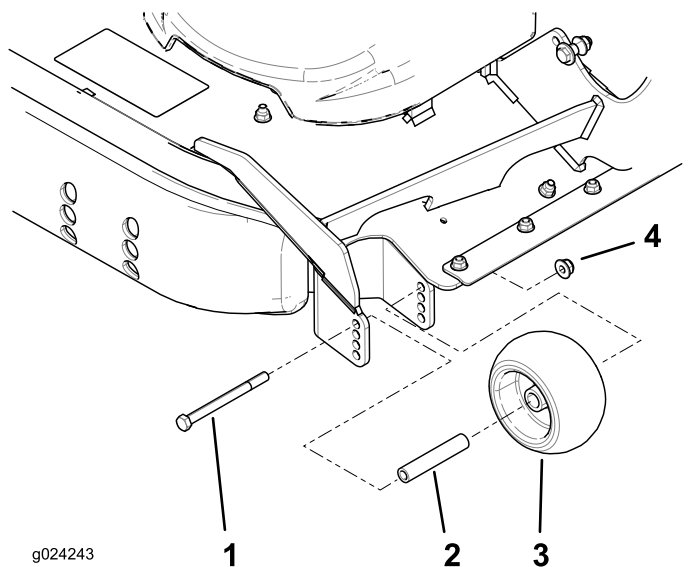

Figure 36
- Réglez les galets anti-scalp comme montré à la Figure 35 et la Figure 36.